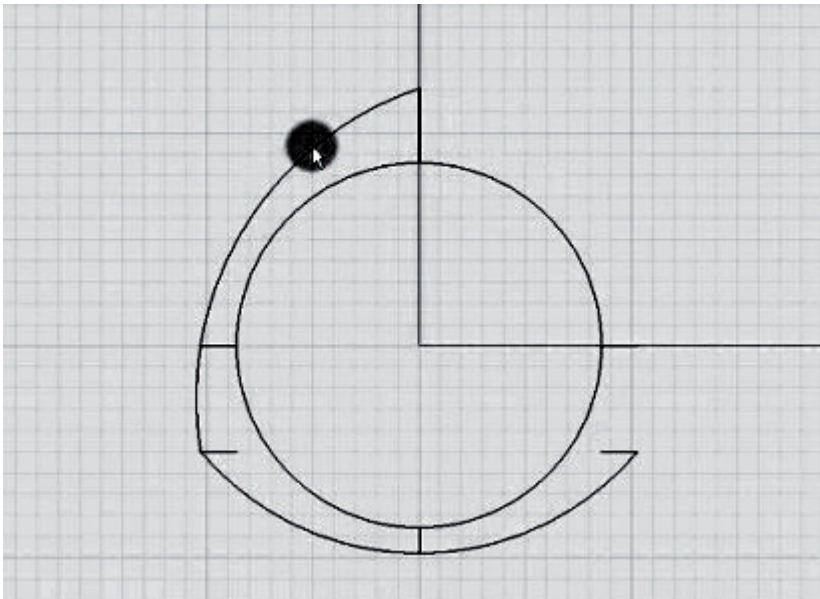

Рис. 69. Построение второй арки
4. Также строим вторую дугу в соответствии с *рис. 69*.